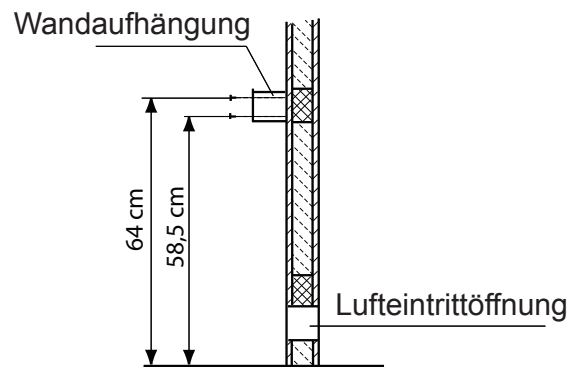

Abb. 2
1. Wandhalterung gemäß Abb. 2 + 3 mittig über der Lufteintrittsöffnung mit den beigelegten Spanplattenschrauben an der Kabinenwand festschrauben.